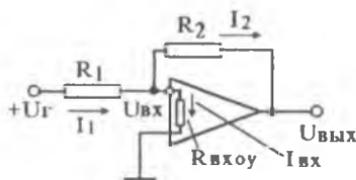

Рисунок 14 – Схема инвертирующего усилителя с учетом  $R_{вх}$
**Задача 8.** Определить относительную погрешность коэффициента усиления инвертирующего усилителя на ОУ, обусловленную влиянием входного сопротивления ОУ, при условии  $K = 10^5$ ,  $R_{вх} = 1 \text{ МОм}$ ,  $R_2 = 1 \text{ МОм}$ ,  $R_1 = 1 \text{ кОм}$  (рисунок 14):